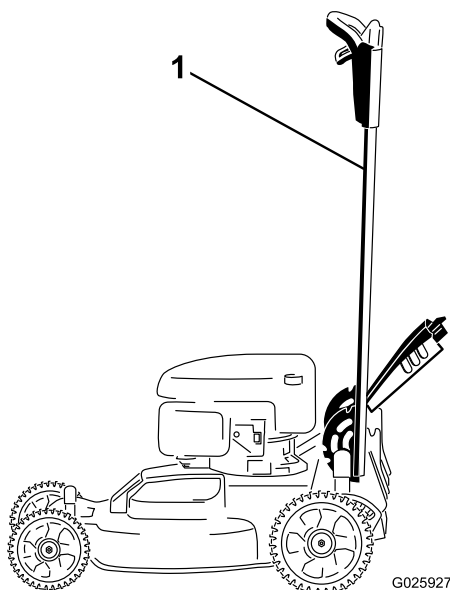

Figura 41
1. Bloqueie a pega na posição vertical (Figura 41); consulte Ajustar a altura da pega (página 12).